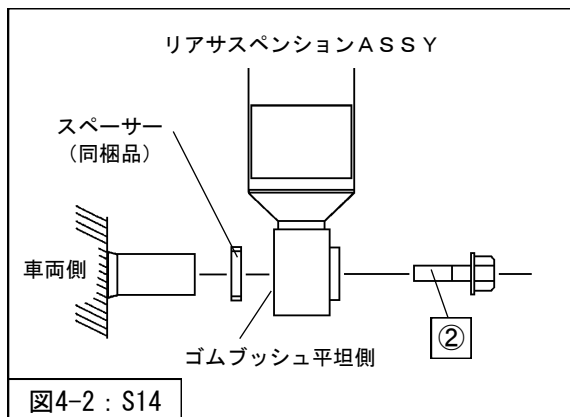
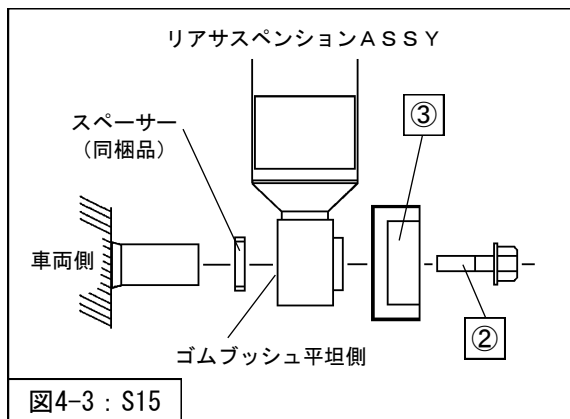

図4-2 : S14
図4-3 : S15
- リアサスペンションASSYロア取付け部の車両側のシャフトにスペーサー (同梱品) を取付けてください。(図4-2・図4-3)
③ダイナミックサスペンション
を取付けてください。(図4-3)
を取付けてください。(図4-2・図4-3)